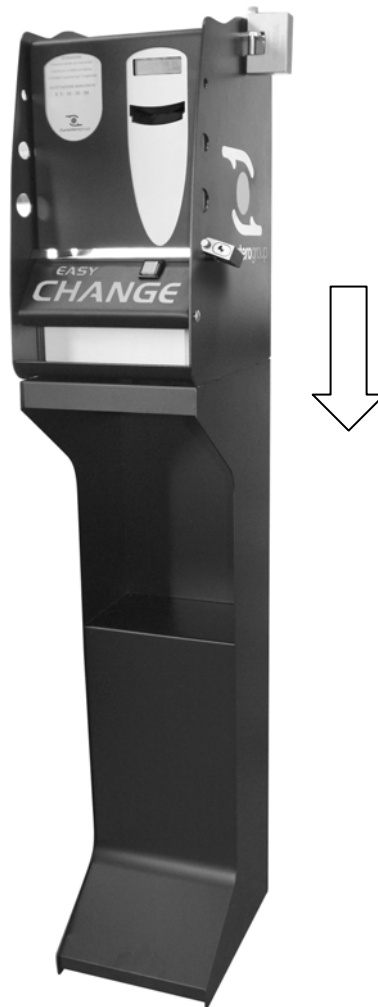

Abb. 4
- Den Geldwechsler anheben und so auf den Sockel (Abb. 4) setzen, dass die drei Bohrungen auf dem Sockel mit den drei Schraubenmuttern an dem Geldwechsler übereinstimmen.